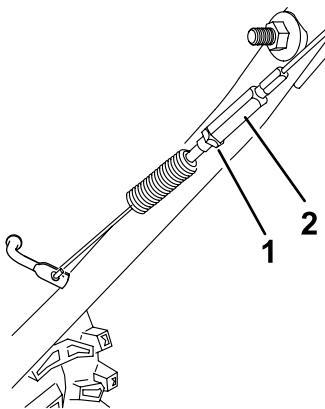

**Figure 35**
3. Lorsque le levier de commande de la vis sans fin/turbine est désengagé, vérifiez qu'un écart de 1,5 mm (1/16 po) existe entre le bras d'embrayage de la vis sans fin et le cadre de la machine, comme montré à la Figure 35.